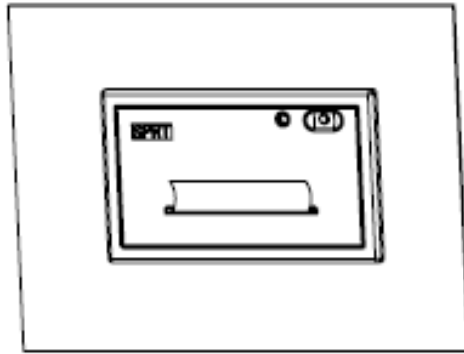

图 2—16
(6) 内壳完全推入，与外壳卡紧后，装纸完成。如图 2—16 所示：